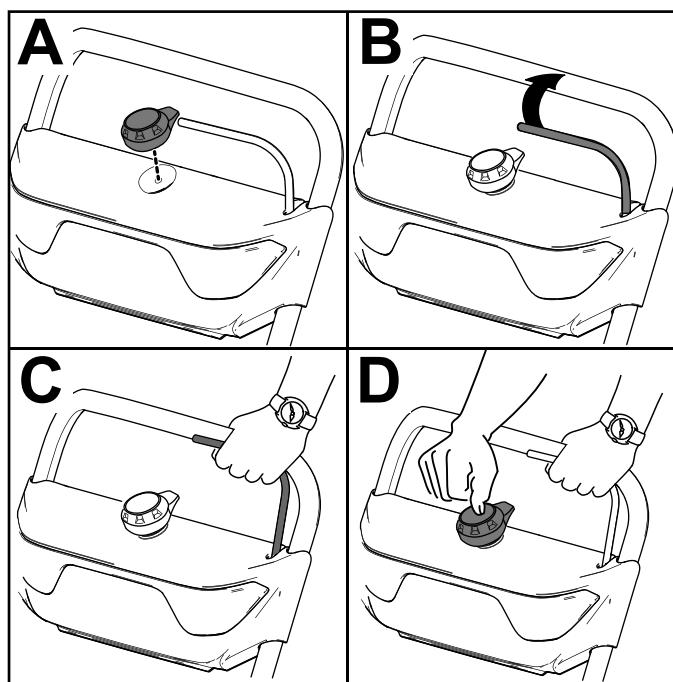

Figura 11
2. Insira o botão de arranque elétrico no arrancador elétrico (A de Figura 11).
3. Aperte a barra e segure-a contra a pega (B e C de Figura 11).
4. Pressione o botão de arranque elétrico até que o motor arranque (D de Figura 11).